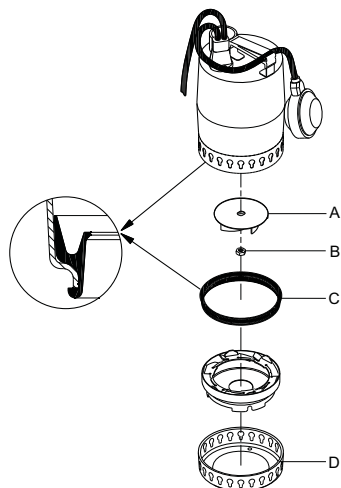

Fig. 14 Servicedele
**Kontrollér før og under montering af pumpehuset at tætningsparten er kor-rekt monteret. Se fig. 14.**
Bestillingsnumre for rekvirering af servicesæt og servicesættets indhold fremgår af nedenstående tabeller og fig. 14.